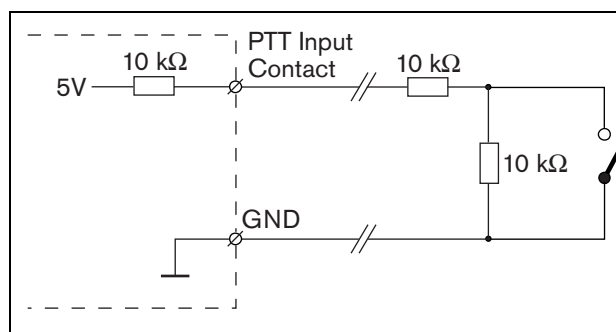

figura 13.6: Tasto Press-to-talk (PTT)
- Tasto premi-per-parlare (PTT). Per un diagramma di connessione, vedere figura 13.6. Le due resistenze devono essere posizionate nel circuito, perché il contatto viene sempre supervisionato dal software del sistema.